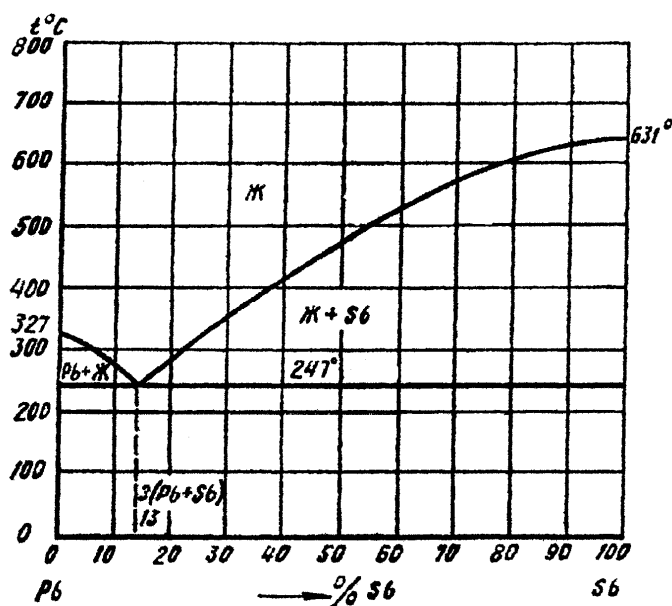

Рис. 2. Диаграмма состояния свинец – сурьма (Pb – Sb)
- Вычертите диаграмму состояния системы свинец - сурьма. Опишите взаимодействие компонентов в жидком и твердом состояниях, укажите структурные составляющие во всех областях диаграммы состояния и объясните характер изменения свойств в данной системе с помощью правил Курнакова (рис. 2).